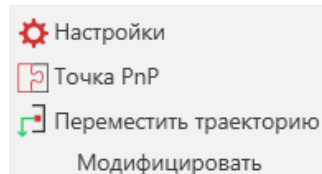

Рисунок 15 – Точка PnP
1. Выберите заготовку > Перейдите на вкладку **Модифицировать** > Нажмите **Точка PnP**. **Точка PnP** будет сгенерирована в начальной точке заготовки (рис.15).